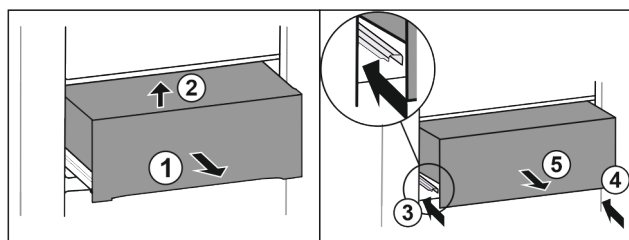

Fig. 39
- Tirer le tiroir jusqu'à mi-chemin. Fig. 39 (1)
- Soulever la partie avant du tiroir. Fig. 39 (2)
- Rentrer le rail de gauche. Fig. 39 (3)
- Rentrer le rail de droite. Fig. 39 (4)
- Retirer le tiroir par l'avant. Fig. 39 (5)